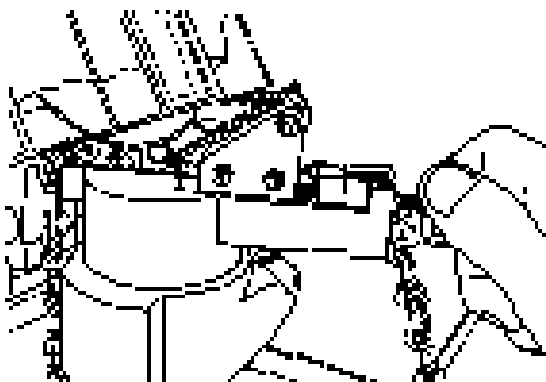

Рис. 8 Регулировка зуба
3. С помощью установочного винта, отрегулируйте положение зуба так, чтобы заточный круг еле касался затачиваемой поверхности (рис.8). Цепь затягивается автоматически при опускании точильного круга к цепи.